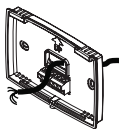

Figura 2
- 5) Pasar los cables por la gran abertura ubicada en la parte inferior, en el centro de la placa mural, como se ve en la Figura 2.